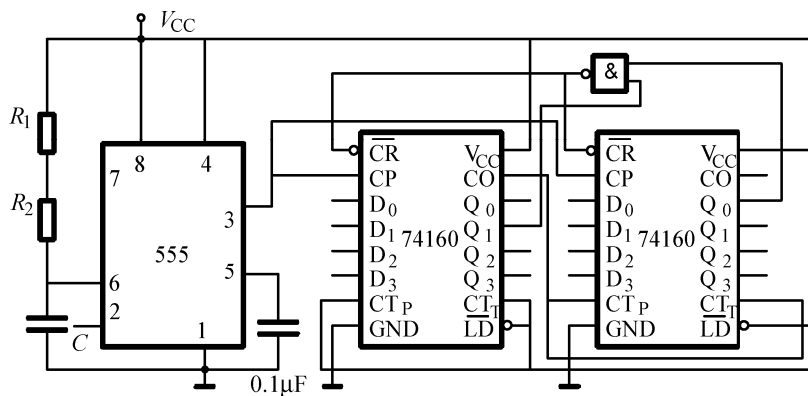

图 4-6
3. (本小题 10 分) 某同学用 EWB 进行多谐振荡器和计数器电路的仿真, 电路如图 4-6 所示, $V_{CC}=6V$, $R_1=10\text{ k}\Omega$, $R_2=100\text{ k}\Omega$, 电容 $C=2\mu\text{F}$, 试问: